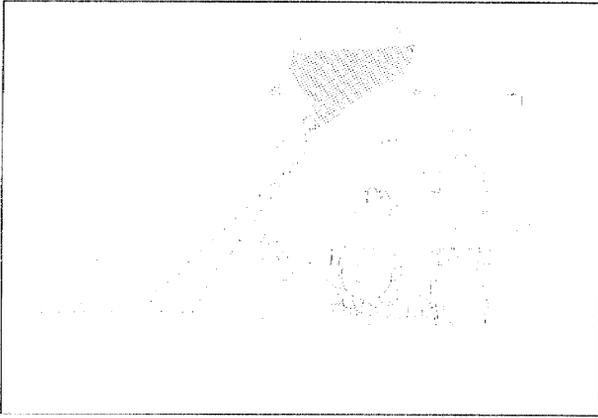
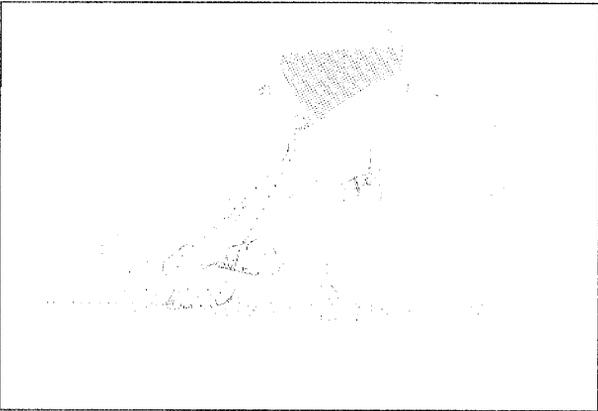

Fig. 4
Fig. 5
- **VIBRAZONE AMAZONE** (outil non animé) combiné avec semoir Portasem AD 2 avec socs normaux (K) (socs traînés) : travail sur labour en terres légères.
- **FlexiAlternative AMAZONE**, combinée avec semoir Portasem AD 2 avec socs normaux (K) (fig. 4) : travail sur labour en terres légères jusqu'à moyennes.
- **Herse rotative AMAZONE** type KE-01 combinée avec semoir Portasem AD 2 avec socs normaux (K) : travail sur labour en tous terrains.
- **Cultimix AMAZONE** combiné avec semoir Portasem AD 2 avec socs normaux (K) (fig. 5) : travail sur labour ou pseudo-labour par chisel en tous terrains (même très argileux ou pierreux) en absence ou faible présence de déchets organiques en surface.